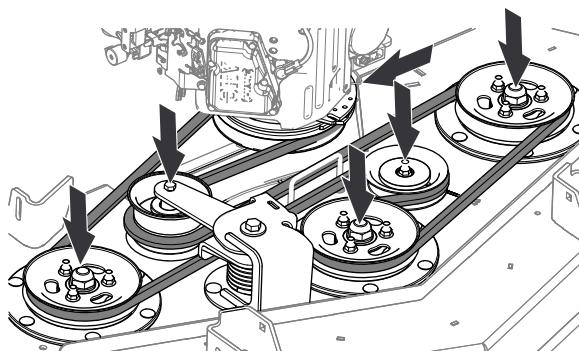

Bild 79
2. Verlegen Sie den Riemen so, wie in Bild 79 dargestellt.